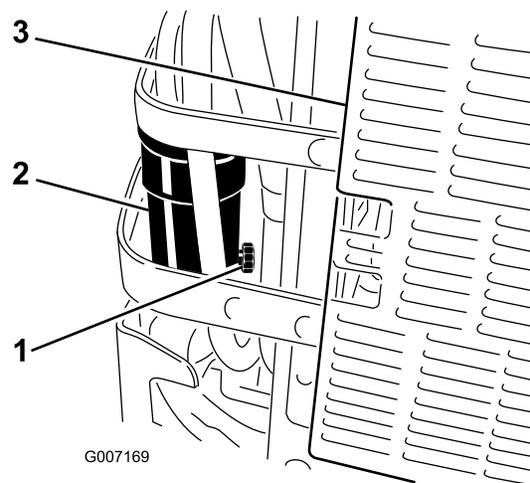

Figura 65
6. Aprite di circa un giro la valvola di spurgo sul separatore di condensa per permettere lo spurgo dell'acqua e di altre sostanze contaminanti (Figura 65).
7. Chiudete la valvola di spurgo quando inizia a fuoriuscire solamente gasolio (Figura 65).